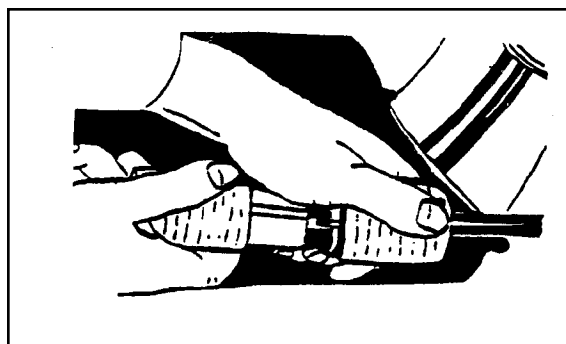

Figura 5
2. Verificare che il tasto di accensione sia posizionato su "OFF", ovvero rivolto in direzione dell'operatore. Fare riferimento ai contrasegni sull'interruttore. Collegare il cavo di alimentazione al cavo elettrico del motore (Figura 5).